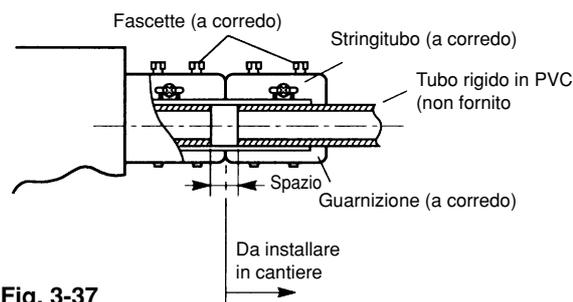

Fig. 3-37
- (1) Utilizzare tubi in PVC rigido diametro esterno 32 mm, fissare all'unità con il manicotto drenaggio e le fascette stringitubo in dotazione per evitare perdite d'acqua. La tubazione di drenaggio non è in dotazione all'unità. Quando eseguite la tubazione di drenaggio lasciare uno spazio tra l'attacco scarico condensa dell'unità e la tubazione per verificare il corretto drenaggio della condensa. (Fig. 3-37).